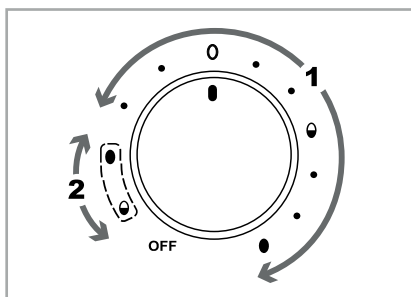

Fig. 1
- 1) Drej drejeknappen 9 til positionen, som svarer til, hvor hårdkogt, du ønsker ægget. Brug indstillingsområdet "1" (se fig. 1) med symbolerne og de tilhørende punkter foran:
Brug indstillingsområdet "1" med symbolerne og de tilhørende punkter foran, når du koger første gang. Brug indstillingsområdet "2" med de stiplede symboler (se fig. 1), når du koger anden gang.
- 2) Stil drejeknappen **9** på positionen, som svarer til den blødeste hårdhedsgrad for æggene (det er indstillingsområdet "1", se fig. 1). Kontrollampen **10** lyser, og kogningen starter.
- 4) Tag låget ❸ af, og tag forsigtigt det antal æg op, som skal være bløde.
- 5) Sæt låget ❸ på igen, og stil drejeknappen ❶ på positionen for de stiplede symboler (indstillingsområde "2", se fig. 1), som svarer til den ønskede hårdhedsgrad for æggene, som stadig er i produktet: